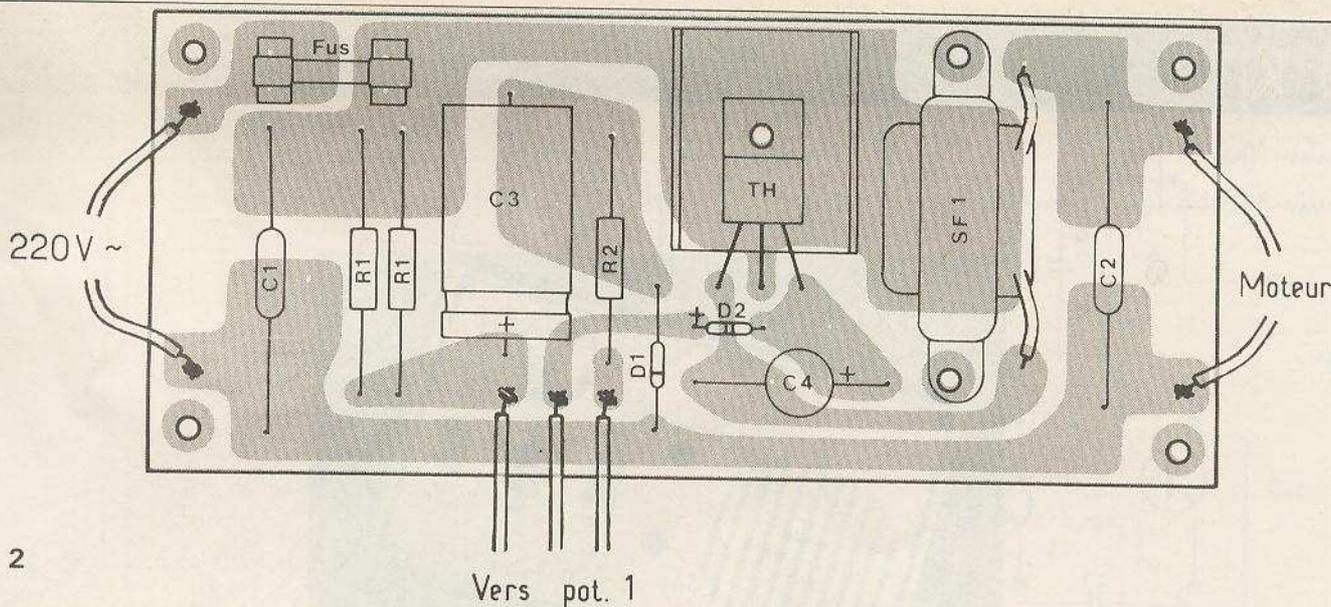

Fig. 2
**Fig. 2. – Comme tous les montages fournis sous la forme d'un kit, le montage comprend deux circuits imprimés entièrement préparés et percés, si bien que la tâche de l'amateur se résume à l'insertion des composants conformément aux dessins donnés.**